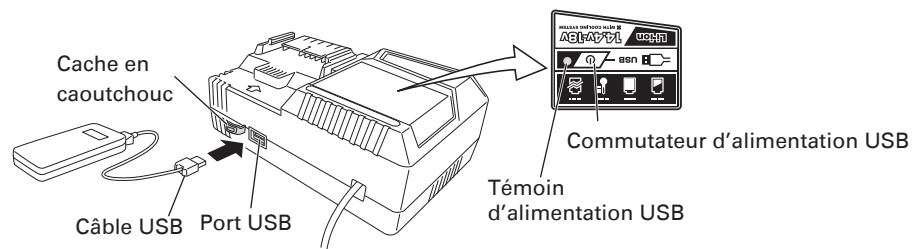

Fig. 16d
(2) Mettez le commutateur d'alimentation USB sur marche (Fig. 16d)
(3) Connectez le câble USB. (Fig. 16d)
- Mettez le commutateur d'alimentation USB sur arrêt et débranchez le câble d'alimentation de la prise électrique. (Fig. 16d)